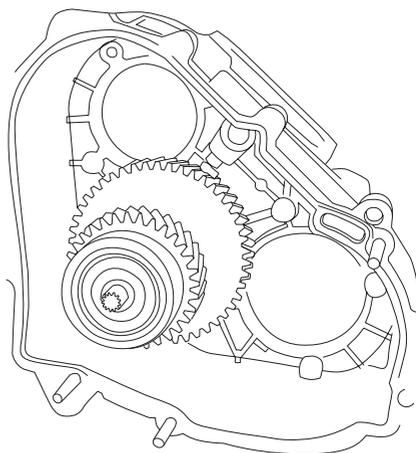

Рис. 2
2. Установите промежуточный вал в сборе в картер корпуса раздаточной коробки. Зубчатый венец промежуточного вала при этом упрется в стенку картера (**Рис. 2**).